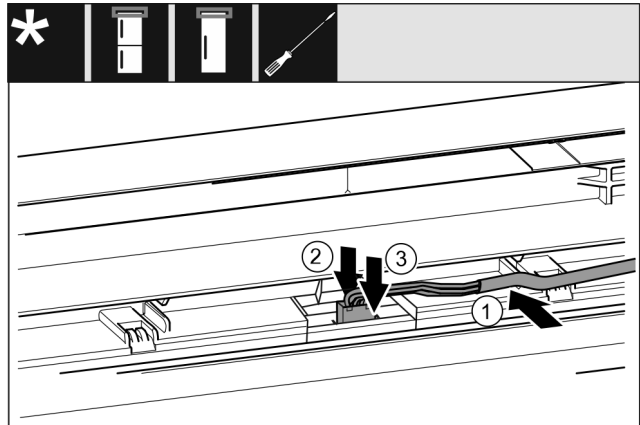

Fig. 63 Chladiace/mraziace kombinácie / mrazničky / chladničky*
- ▶ Kábel Fig. 63 (1) vložte do vedenia v horných dverách.*
- ▶ Potlačte výstupok Fig. 63 (2) dozadu.*
- ▶ Zaklapnite zástrčku Fig. 63 (3)*.